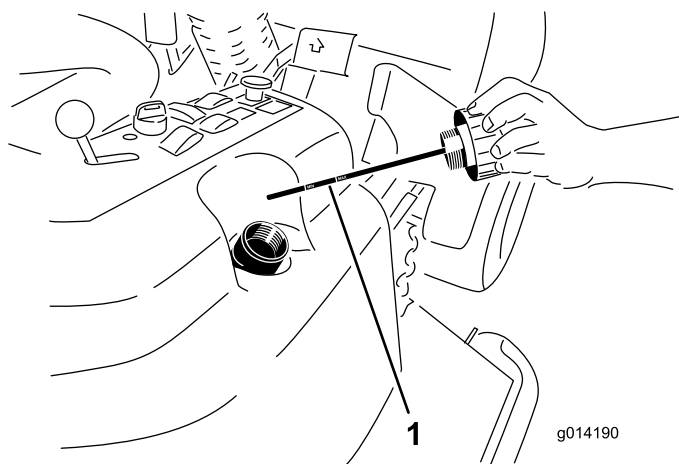

Figure 41
2. Enlevez le bouchon (Figure 41) du goulot de remplissage du réservoir hydraulique.
3. Retirez la jauge et essuyez-la sur un chiffon propre (Figure 41).
4. Vissez la jauge dans le goulot de remplissage, ressortez-la et vérifiez le niveau de liquide (Figure 41).